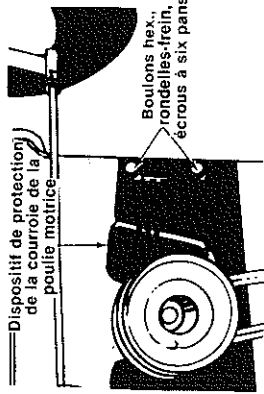

FIGURE 35
5. Enlevez les deux boulons, les deux rondelles-frein et les deux écrous, de chaque côté du châssis, qui retiennent le dispositif de protection de la courroie de la poulie motrice sur le châssis. Voir la figure 35.